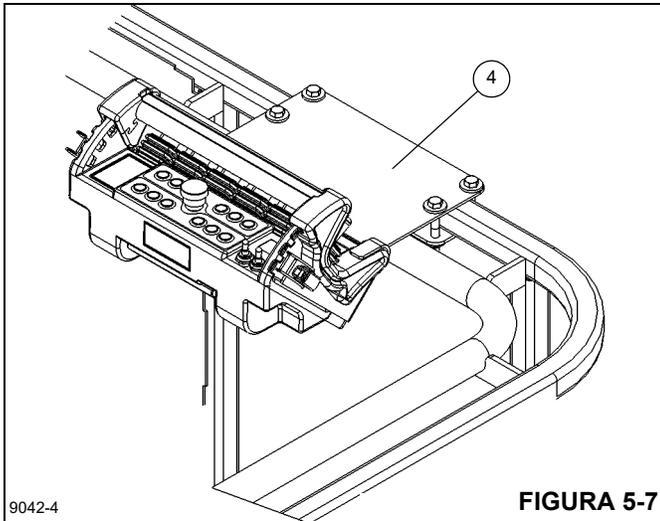

FIGURA 5-7
6. Asegure el control remoto a la escuadra de montaje (4) del puesto de control de la plataforma (vea la Figura 5-7).